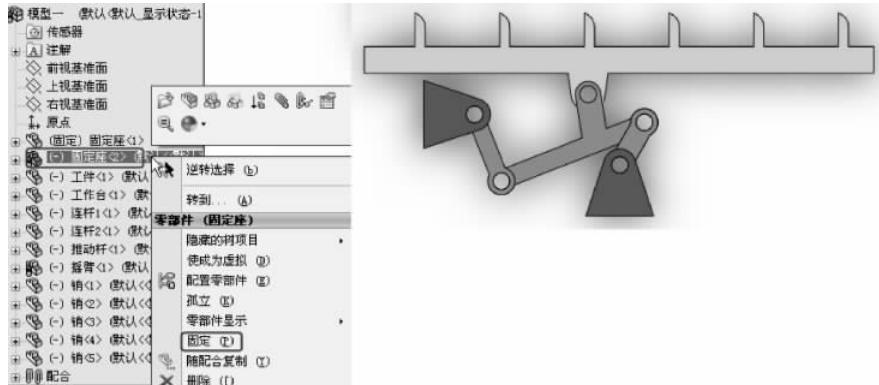

图 3-224 固定零件
(13) 调整连杆和固定座之间的位置，在装配体设计树中右击【固定座<2>】，在快捷菜单中选择【固定】命令，如图 3-224 所示。